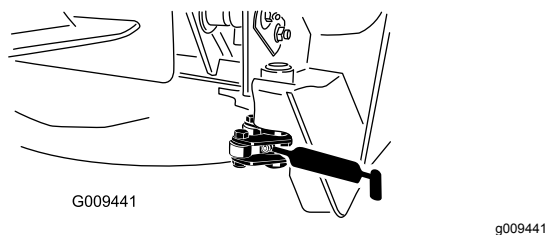

Figure 68
- 2 pivots de verrouillage (Figure 68)